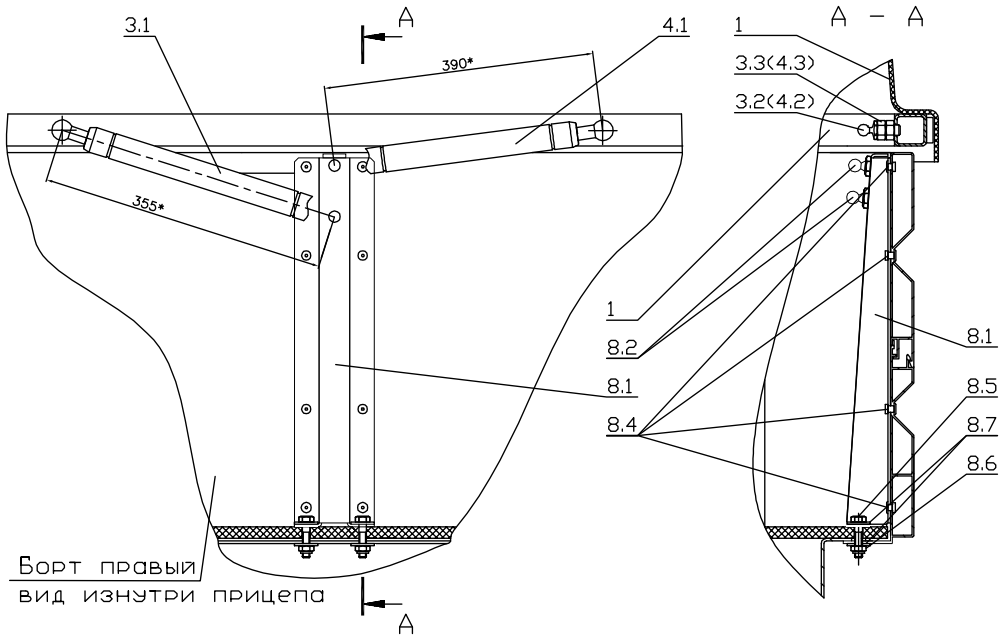

Рисунок 2.
9. Прикрутить верхние шаровые шарниры 3.2 через дистанционную гайку 3.3 (рис. 2б сечение А-А).
10. В закрытом состоянии крышки разметить отверстие Б в левом и правом борту прицепа на расстоянии 355мм от оси вращения шарнира и 8мм от верхнего края борта, как показано на рис. 2б.
11. Просверлить отверстия, $\varnothing 9$ мм. Прикрутить нижние шаровые шарниры 3.2 (рис. 2б сечение В-В).
14. Установить стопоры газовых упоров 3.5 (рис. 2б). Установить газовые упоры 3.1 штоком вниз.
Рисунок 2б.
10. Прикрутить верхние шаровые шарниры 4.2 через дистанционную гайку 4.3 (рис. 2г, сечение А-А).
11. Просверлить отверстие $\varnothing 9$ мм в левом и правом борту прицепа на расстоянии 10мм от верхнего края борта и 10мм от заднего края стойки, как показано на рис.2г.
12. Прикрутить нижние шаровые шарниры 4.2 (рис. 2г, сечение В-В).
14. Установить стопоры газовых упоров 4.5 (рис. 2г).
Рисунок 2г.
10. Прикрутить верхние шаровые шарниры 3.2 и 4.2 через дистанционные гайки 3.3 и 4.3 (рис. 2д, сечение А-А и сечение В-В).
11. Просверлить отверстие $\varnothing 9\text{мм}$ в левом и правом борту прицепа на расстоянии 10мм и 50мм от верхнего края борта и 10мм от заднего края стойки, как показано на рис.2д.
12. Прикрутить нижние шаровые шарниры 3.2 и 4.2 (рис. 2д, сечение Б-Б).
Рисунок 2д.
11. Прикрутить верхние шаровые шарниры 3.2 и 4.2 через дистанционные гайки 3.3 и 4.3 (рис. 2, сечение А-А).
12. Изнутри прицепа, при закрытой крышке, установить стойку газовых упоров, таким образом, что бы от центра заднего шарового шарнира крышки до центра верхнего шарового шарнира стойки было 395-405 мм. (355, для крышки модели 251214), а от центра переднего шарового шарнира крышки до центра нижнего шарового шарнира стойки было 355-365 мм. (не сверлить для крышки модели 251214), как показано на рис.2д. Удерживая стойку газовых упоров, через отверстия стойки просверлить отверстия диаметром 5 мм., в борту прицепа, и отверстия диаметром 6 мм. в полу прицепа
13. Закрепить стойку газовых упоров, **сначала к полу прицепа** болтами М6х25 (затянуть гайки усилием 12 Н/м.), потом вытяжными заклёпками ф4,8х10 (верхний и нижний ряд заклёпок вставляется изнутри прицепа а средние ряды снаружи), как показано на рис.2д.